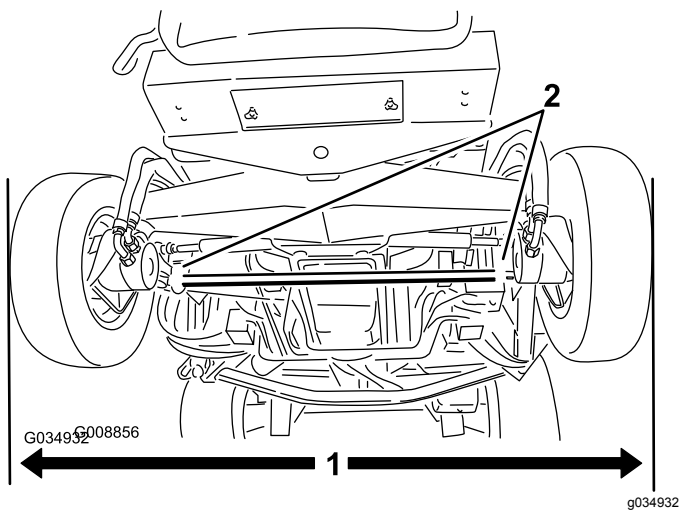

Figura 118
1. Com os pneus traseiros a direito, meça a distância exterior (no eixo da altura) à frente e atrás dos pneus traseiros (Figura 118).
2. Para efetuar o ajuste do alinhamento, desaperte os grampos em ambas as extremidades das barras de ligação (Figura 118).